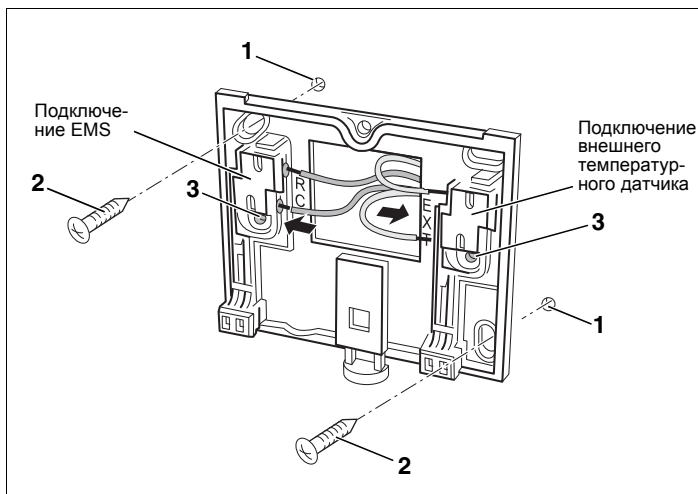

Рис. 3 Крепление монтажной пластины на штукатурку
- Просверлить два отверстия в размеченных местах в стене, для чего использовать монтажную пластину в качестве шаблона (рис. 3).
- Установить входящие в поставку дюбели в просверленные отверстия (рис. 3, поз. 1).
- Закрепить монтажную пластину винтами (рис. 3, поз. 2), входящими в поставку.
При монтаже в коробку под штукатурку можно использовать другие отверстия для крепления (рис. 3, поз. 3).
- Подключить двужильный кабель шины от Energie-Management-System (EMS) к клеммам "RC" (рис. 3). Полярность жил может быть любой.
- Если имеется: подключить внешний температурный датчик (комплектующие) к клеммам "EXT" (рис. 3).